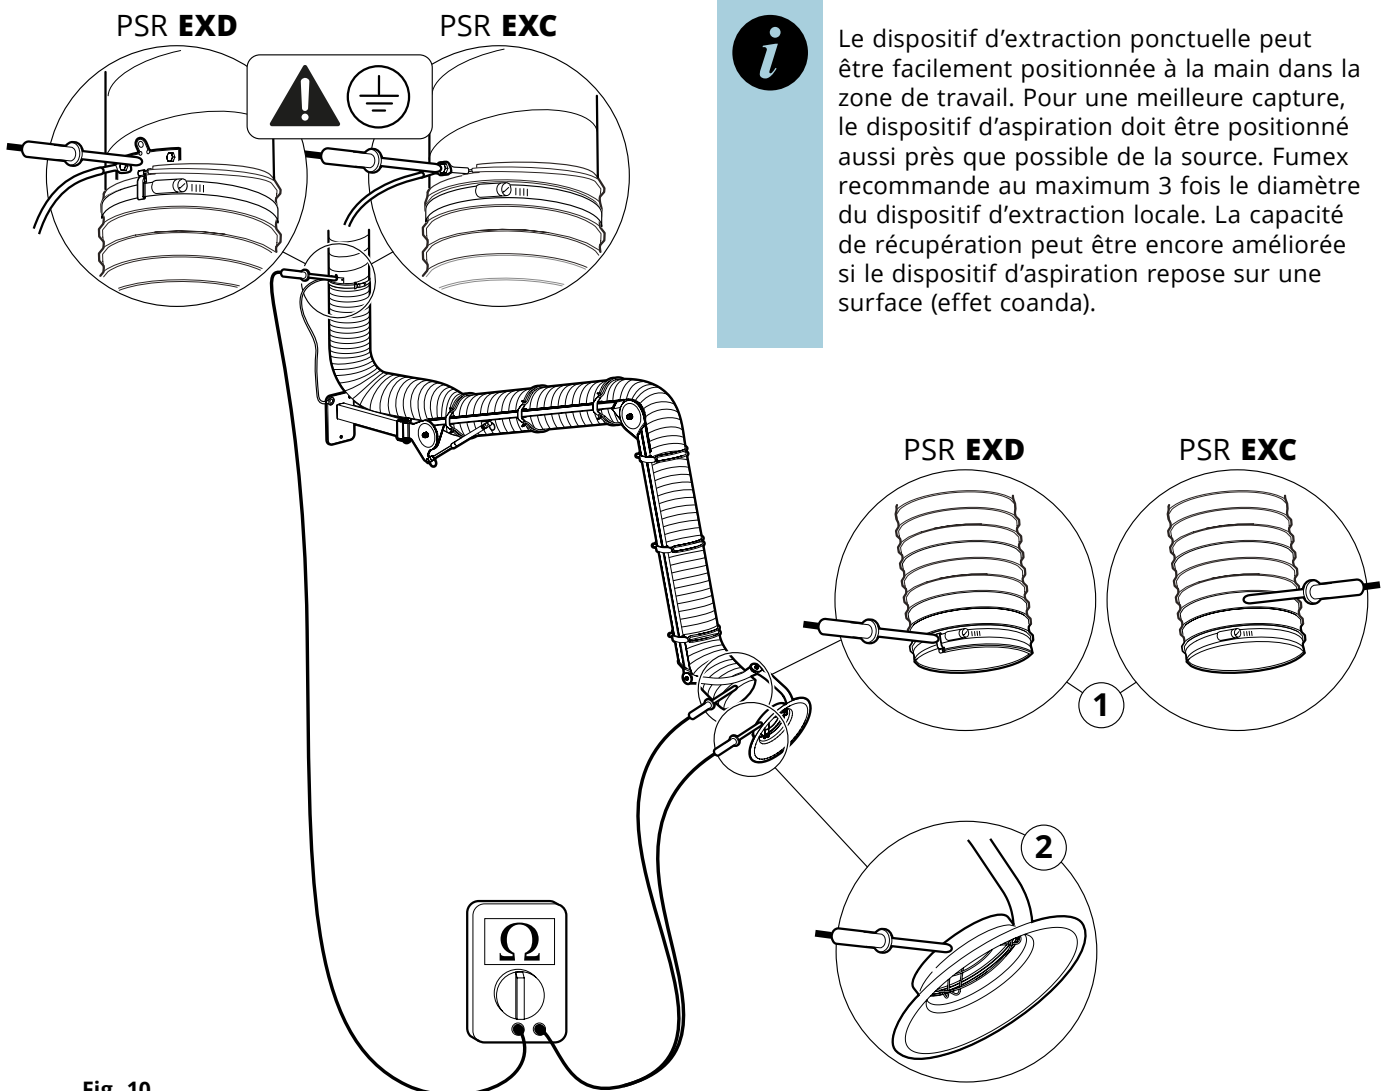

Fig. 10
3. Vérifiez la résistance du flexible avec un ohmmètre étalonné, voir 1, **Fig. 10**. La résistance entre les points de mesure (plan de terre / extrémité du flexible) doit être inférieure à 1 MΩ.
4. Vérifiez la résistance de l'extraction ponctuelle avec un ohmmètre étalonné, voir 2, **Fig. 10**. Résistance entre les points de mesure (plan de terre / hotte) doivent être inférieurs à 1 MΩ.